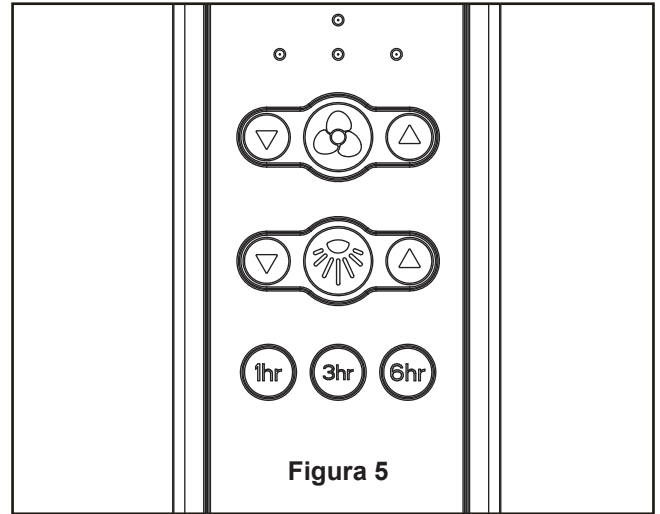

Figura 5
5. Extraiga uno de los tres tornillos del ensamble de la placa de iluminación y guarde el tornillo para pasos posteriores. Afloje levemente los otros dos tornillos. (Figura 5)
5. Funciones del control remoto: (Figura 5)